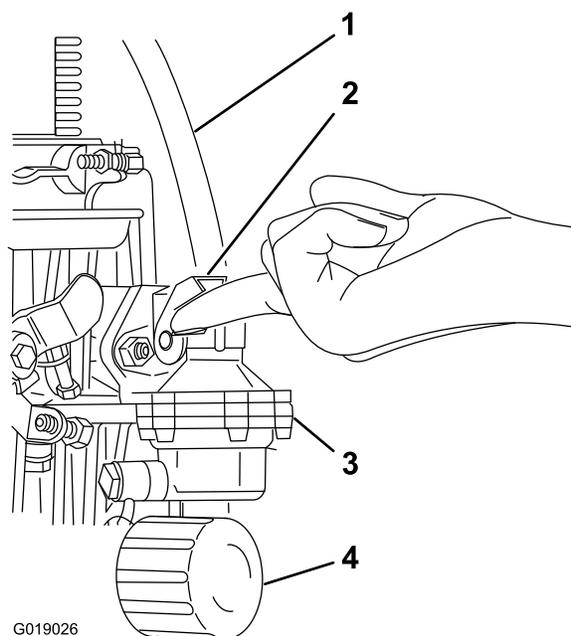

Figure 25
5. Sur la pompe à carburant, actionnez le levier d'amorçage jusqu'à ce que vous entendiez le carburant retourner dans le réservoir de carburant par la conduite de retour de carburant (Figure 25).